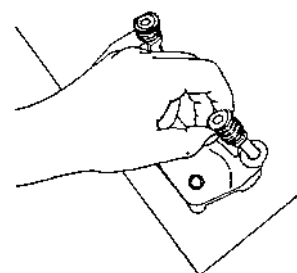

Рис. 7.40
- смазать направляющие пальцы тормозной жидкостью и надеть на них защитные чехлы (рис. 7.40);